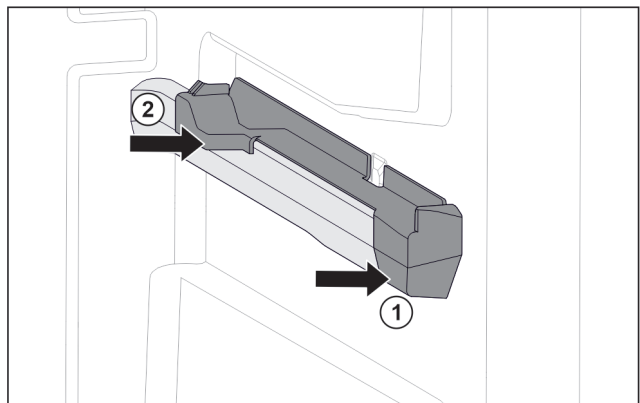

Fig. 26 Instekelement op rechter containerrib
- Instekelement voor tegen containerrib plaatsen. Fig. 26 (1)
- Instekelement achter aandrukken. Fig. 26 (2)